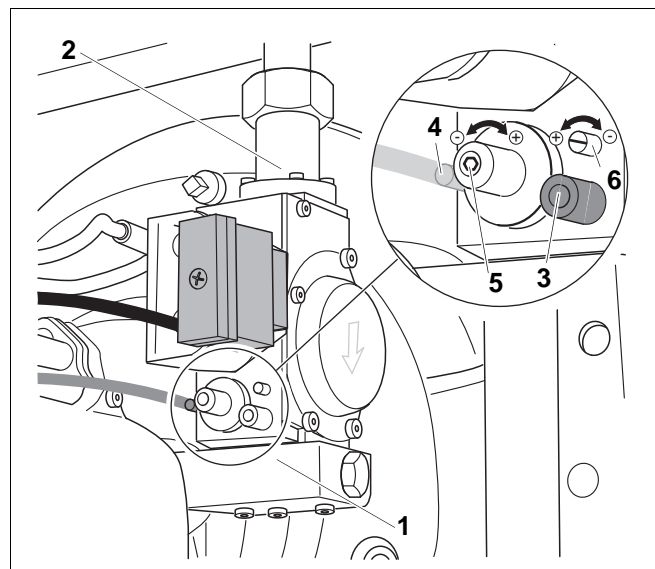

Рис. 20 Газовая арматура
- Отверните отверткой на 0,5–1 оборота измерительный ниппель (рис. 20, поз. 3 со стороны выхода на одной из двух газовой арматуре).
- Подсоедините шланг положительного полюса дифференциального манометра к измерительному ниппелю (рис. 20, поз. 3).
- Отрегулируйте винтом К давление газовой форсунки (рис. 20, поз. 5):
- После завершения работ на газовой арматуре проверьте утечку газа через измерительный ниппель (рис. 20, поз. 3).